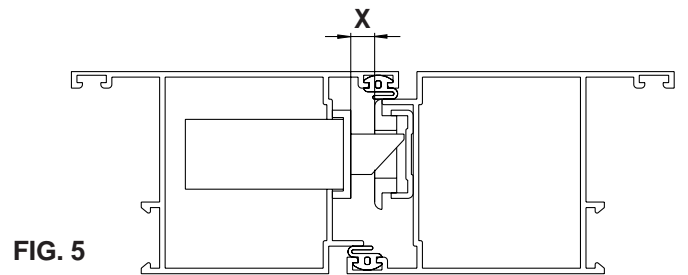

FIG. 5
La altura ideal "X" es de **5 mm** (mínima 3 mm, máxima 9 mm) (Fig. 5).
**Para las puertas de 1 hoja siempre es oportuno quitar el perno palpador T, mientras que es obligatorio cuando la altura X es inferior a 4 mm (Fig. 5)**